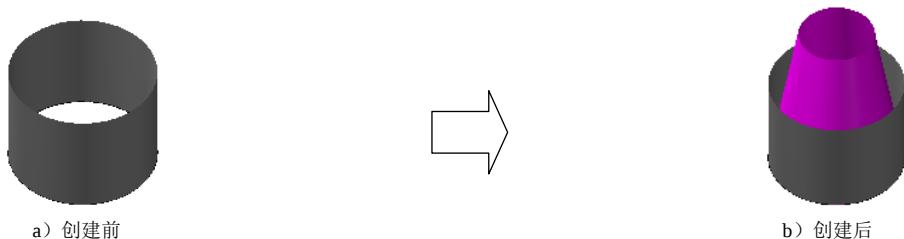

图 5.2.44 牵引曲面
**牵引曲面(U)...**命令是以当前的构图平面为牵引平面, 将一条或多条外形轮廓沿构图平面的法向方向, 按照定义的长度和角度牵引出曲面。外形轮廓可以是二维的, 也可以是三维的; 既可以是封闭的, 也可以是开放的。下面以图 5.2.44 所示的模型为例讲解牵引曲面的创建过程。